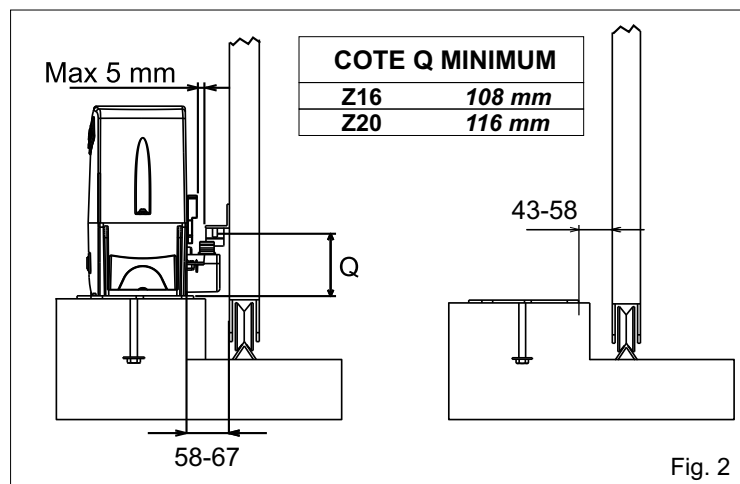
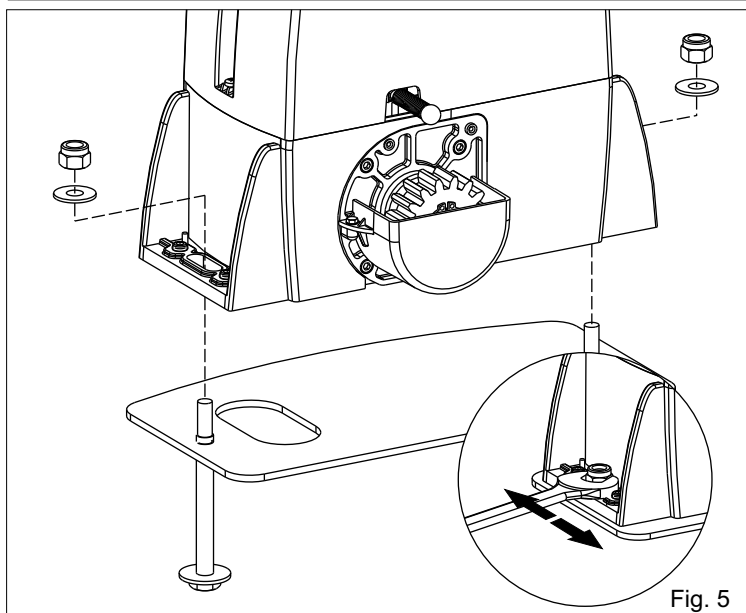

Fig. 2
Fig. 5
**2.3.** Avant de cimenter la plaque d'ancrage s'assurer qu'elle est parfaitement horizontale et que le cote de 58/67 mm indiqué dans Fig. 2 est respecté.
4.2. Fixer le motoreducteur à la plaque de fondation avec les 2 écrous en réglant la position latérale (Fig.5) pour le respect des cotes cités dans Fig.2.